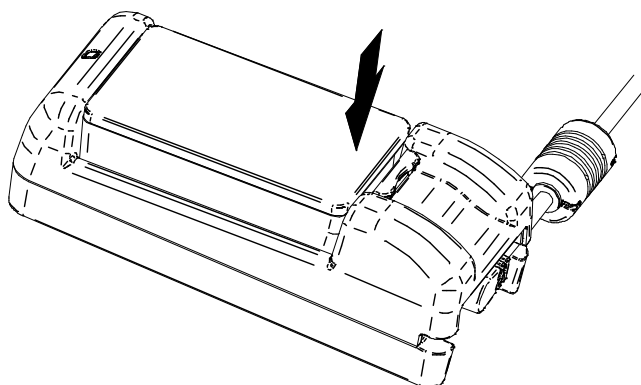

図 17-6 バッテリーパックの充電器への取り付け (2)
- ② 図 17-6の矢印の方向に、バッテリーパックのツメb部が充電器の溝B部にロックされるまでバッテリーパックを押し込んでください。